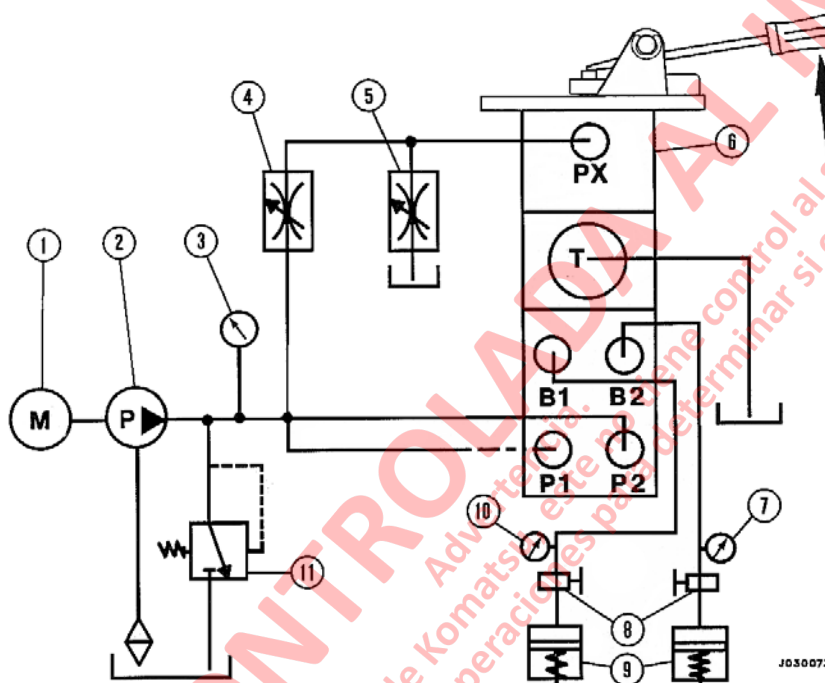

FIGURA 3-9. PREPARACION DEL BANCO DE PRUEBA
- Indicadores de presión (3), 0 a 3000 psi (20.680 kPa).
- Soporte de prueba hidráulica. Consulte la Figura 3-9.
1. Coloque la válvula en el aparato para permitir que los émbolos se activen con la mano usando una palanca (Consulte la Figura 3-9).
5. Asegure las lumbreras de salida regulada "B1" y "B2" a las líneas de prueba. Los aparatos de monitoreo de presión en estas dos líneas deben tener una capacidad de 3000 psi (20.680 kPa). Conecte todas las lumbreras. Estas conexiones deben estar de acuerdo al diagrama que aparece en la Figura 3-9. Se deben usar y conectar todas las lumbreras.
2. Tomando un destornillador o una barra de palanca y colocándolo bajo el pasador de pivote y sobre el conjunto del émbolo roscado, cada circuito puede accionarse en forma individual. Consulte la Figura 3-9.
8. Complete el ciclo de cada circuito 50 veces utilizando la aplicación piloto. Esto se realiza cerrando la válvula de aguja (5) y abriendo la válvula de aguja (4). Lea la presión en los indicadores (7 y 10). Cierre la válvula (4) y abra la válvula (5). Los indicadores de presión (7 y 10) deben marcar 0 psi.